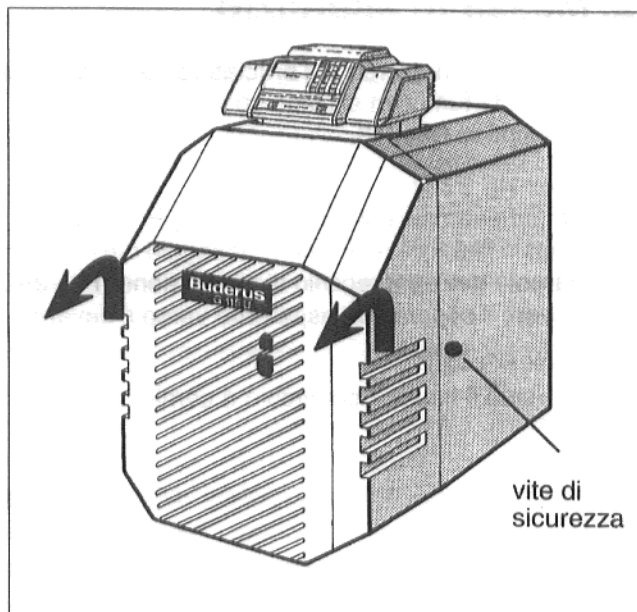

Fig. 23
Con caldaie Unit svitare prima le viti di sicurezza (Fig. 23) che si trovano a sinistra e a destra nei pannelli laterali, indi alzare leggermente il coperchio del bruciatore e rimuovere verso il davanti.
- Estrarre la cappottatura ovvero il coperchio del bruciatore come innanzi descritto (fig. 23).